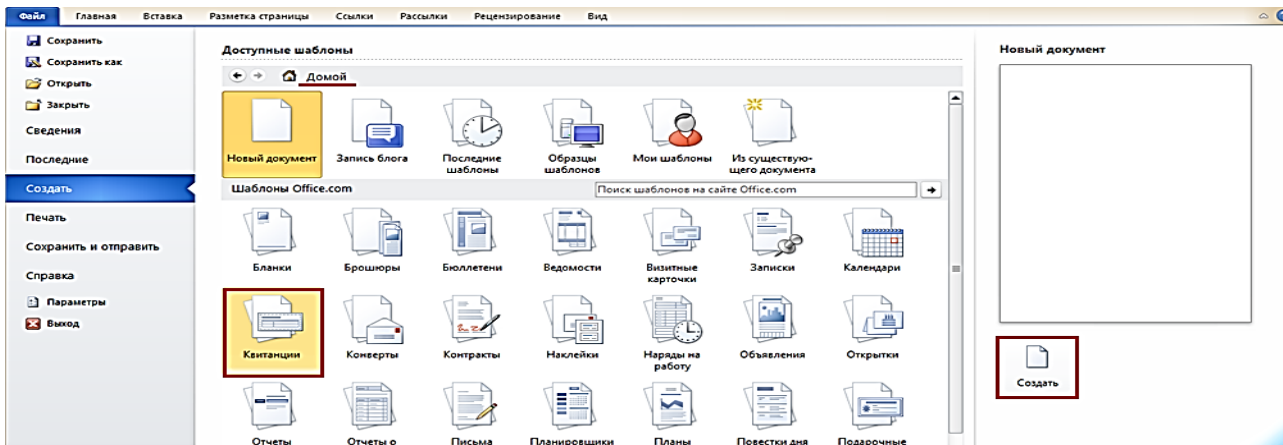

Рис. 14. Создание документа на основе установленного шаблона
3. Для создания документа на основе шаблона, установленного на компьютере, щелкнуть по значку «Образцы шаблонов» (рис. 14). Прокручивая список, выбрать нужный шаблон и дважды щелкнуть по его значку или выделить этот значок и нажать кнопку «Создать». Для возврата в начало раздела «Создать» нажать кнопку «Домой».